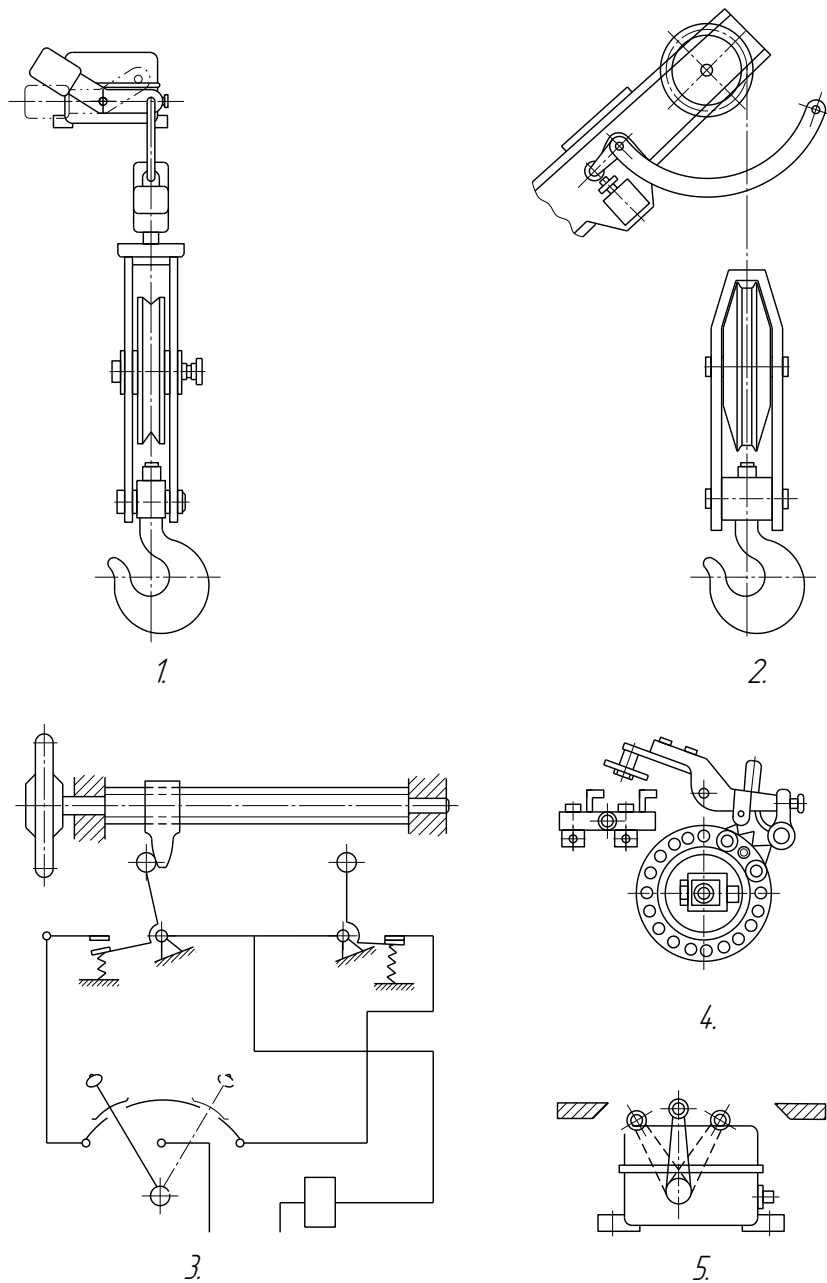

Рисунок 4.1.2 – Схемы приборов безопасности кранов
4.6 В каком из ограничителей высоты подъема применен кнопочный конечный выключатель(рисунок 4.1.2)?
4.7 Какой из конечных выключателей в приборе безопасности может заменить дисковый выключатель 4 (рисунок 4.1.2)?
4.8 Ограничению хода частей какого механизма предназначен выключатель 5 (рисунок 4.1.2)?